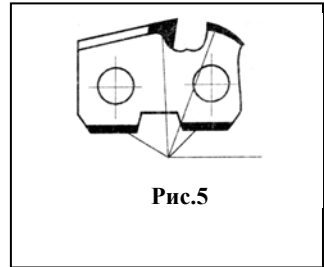

Рис.5
- для замены испорченных резцов и приводных звеньев цепи на новые необходимо: вынуть заклепки, удалить поврежденную деталь, опилить новые детали до среднего уровня изношенных (см. рис. 5), установить новые детали на место, вставить заклепки и на плоской поверхности расклепать молотком.